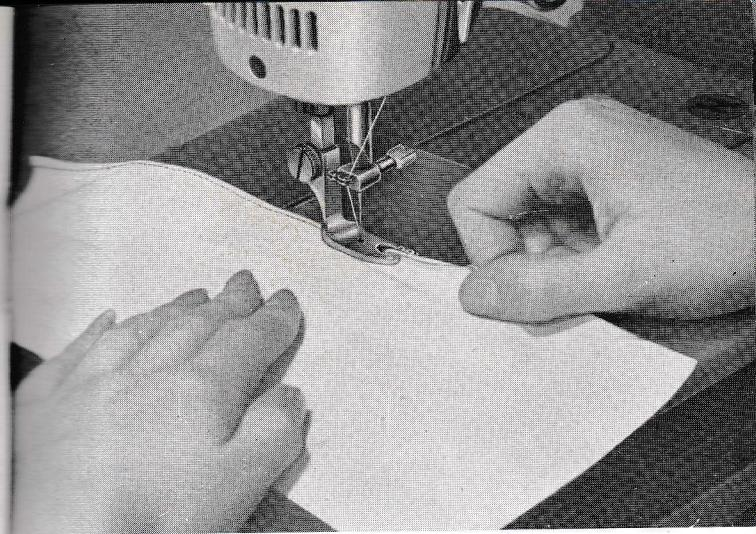

Fig. 48
**11. NARROW STRAIGHT HEMSTITCH (Fig. 48)**